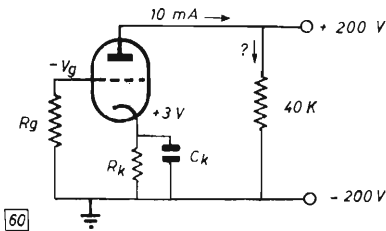

Fig. 60
1) In un tubo si vuole ottenere un potenziale di griglia $-V_g = 3\text{ V}$ mediante polarizzazione catodica. La corrente anodica è di 10 mA. (fig. 60).